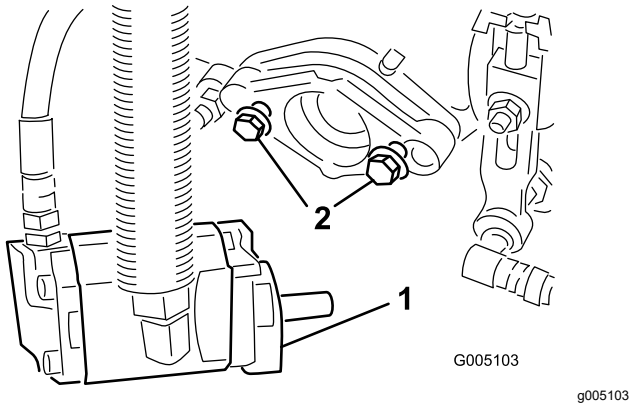

图 8
6. 确保每个滚刀驱动马达安装螺栓都有大约 13mm 的螺纹露在外面 图 8。
9. 然后旋紧安装螺栓 图 8。